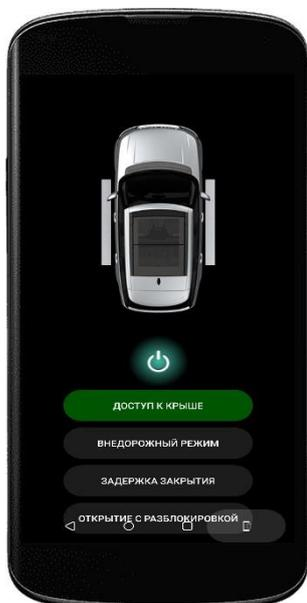

Рисунок 4
- 3 «Доступ к крыше» – производится запуск выдвижных порогов при закрытых/открытых дверях (рис. 4);